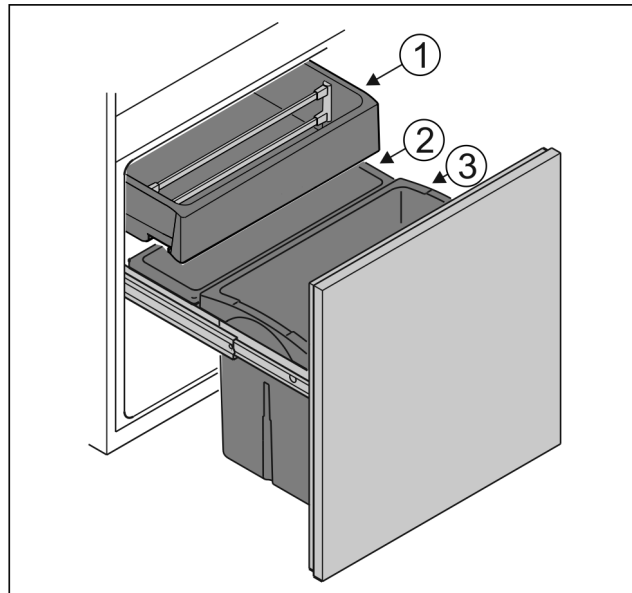

Fig. 6
- ▶ Nádob Fig. 6 (1): Skladujte nezabalenú zeleninu a tropické ovocie.
- ▶ Nádob Fig. 6 (2): Skladujte nezabalené malé druhy ovocia a zeleniny.
- ▶ Nádob Fig. 6 (3): Skladujte jednotlivé fľaše.